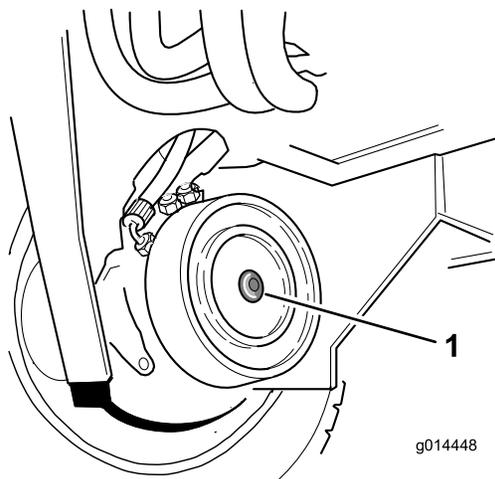

図 45
5. ねじを締め付けていくとブレーキが解除される（図 45）。